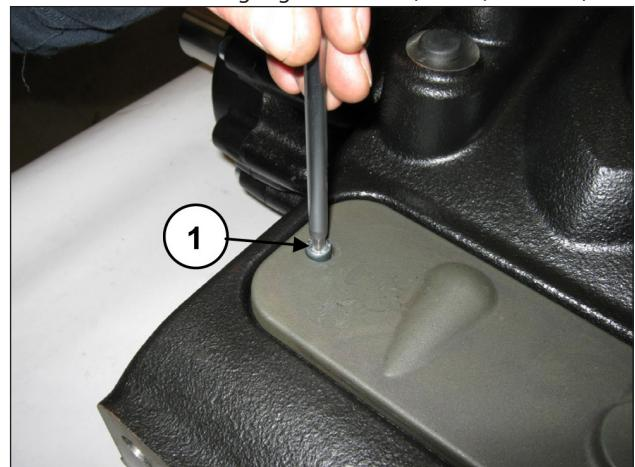

Abb. 153
Demontieren Sie den oberen Inspektionsdeckel durch Abdrehen der 2 Befestigungsschrauben (Pos. ①, Abb. 153).